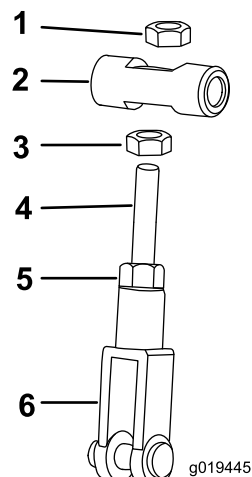

Figura 28
4. Afloje la tuerca del extremo superior de la varilla de acoplamiento para dejar algo de holgura en el cable de elevación (Figura 28).